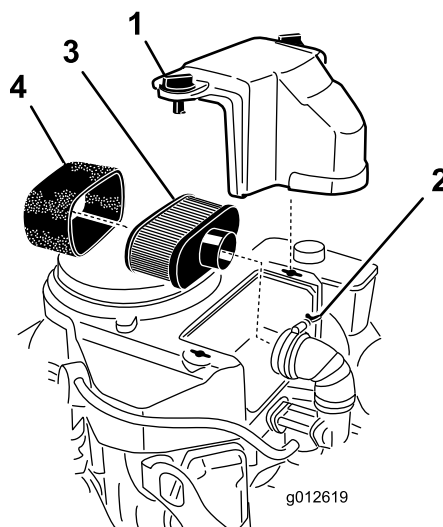

Figure 19
3. Nettoyez la surface autour du filtre à air pour éviter que des impuretés n'endommagent le moteur en tombant à l'intérieur (Figure 19).
4. Dévissez les boutons du couvercle et déposez le couvercle du filtre à air (Figure 19).
5. Dévissez le collier et déposez l'ensemble filtre à air (Figure 19).
6. Sortez délicatement l'élément en mousse de l'élément en papier (Figure 19).
1. Ne nettoyez pas l'élément en papier ; remplacez-le (Figure 19).
1. Glissez délicatement l'élément en mousse sur l'élément en papier (Figure 19).
2. Posez l'ensemble filtre à air sur sa base et fixez-le en place avec les 2 écrous à oreilles (Figure 19).
3. Mettez le couvercle du filtre en place et serrez le bouton (Figure 19).